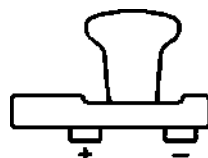

Рис. 7
3. При положительной полярности на токовом стимуляторе возникают следующие потенциалы: со стороны провода – положительный, с противоположной стороны – отрицательный (рис. 7). При отрицательной полярности (переключается программно) потенциалы меняются местами.